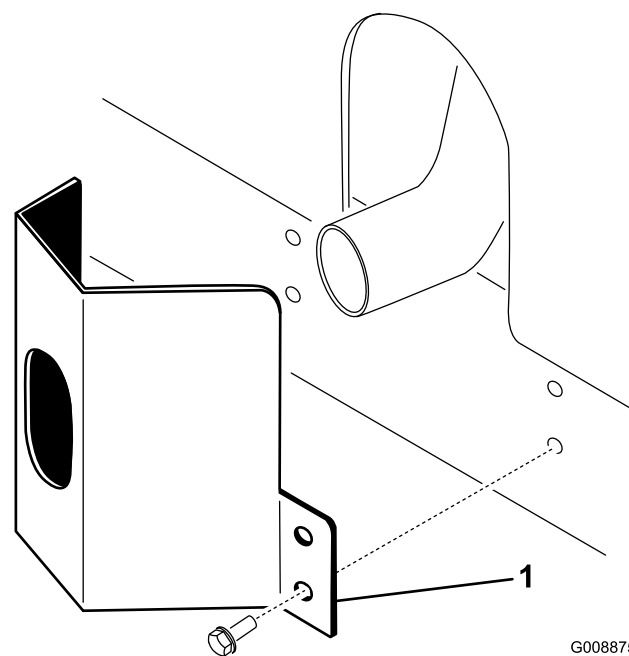

図 10
2. タップねじ本で固定する 図 10。
1. フレームについている取り付け穴に合わせてマフラー部にガードを取り付ける 図 10。